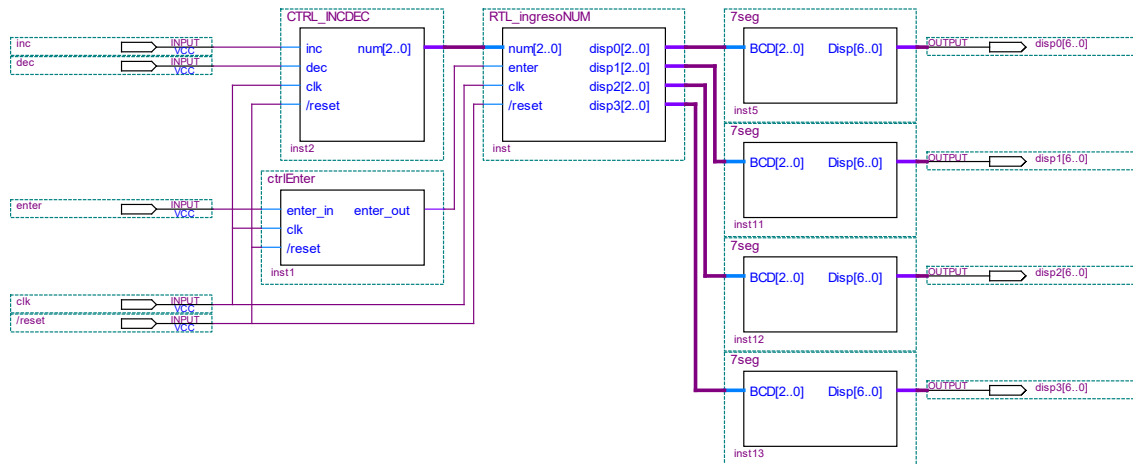

Figura 1.
- Breve explicación de cómo funciona el circuito de la figura 1 y lo que se va a ver en la placa.